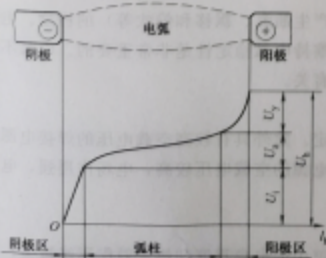

图 1-17 电弧结构与电压分布示意图
(4) 电弧电压 电弧两端(两电极)之间的电压称为电弧电压。当弧长一定时,电弧电压分布如图 1-17 所示。电弧电压  $U_a$  由阴极压降  $U_c$ 、阳极压降  $U_a$  和弧柱压降  $U_s$  组成。